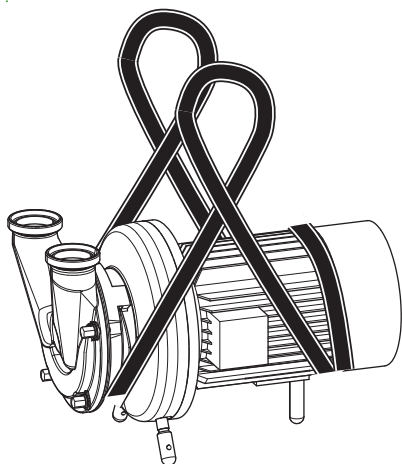

Fig. 15 Transporte con una grúa
1. Pase la eslinga circular dos veces alrededor del extremo posterior del motor. No la pase por encima de la cubierta del ventilador (véase la Fig. 15 «*Transporte con una grúa*», página 11).